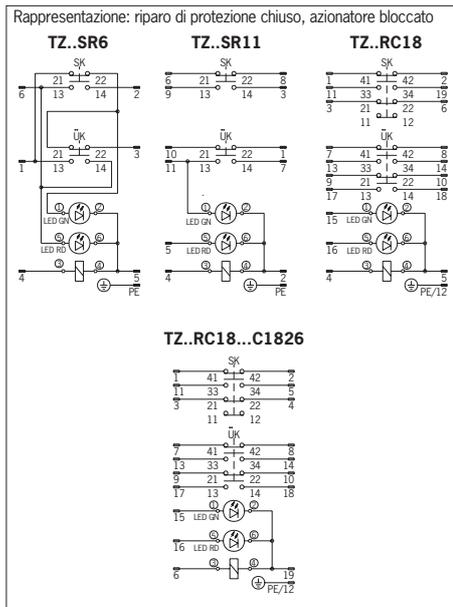

Fig. 2a: Schema di collegamento
¹⁾ Le funzioni dei LED descritte nelle presenti Istruzioni di impiego si riferiscono al cablaggio standard dell'esecuzione TZ...SR6 (vedi fig. 2a: Pin 1 = \oplus / Pin 5 = \ominus / Pin 2, 3, 6 al PLC).
- ▶ Per lo schema dei collegamenti vedi fig. 2a-2b.